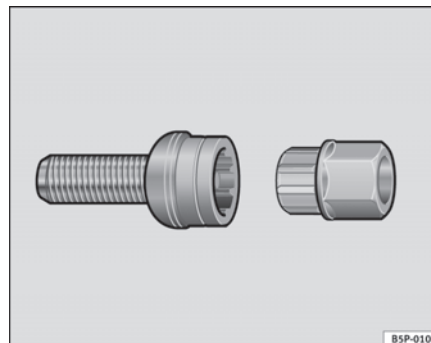

Fig. 174 Tyverisikret
- Sæt adapteren helt på hjulbolten ⇒ fig. 174.